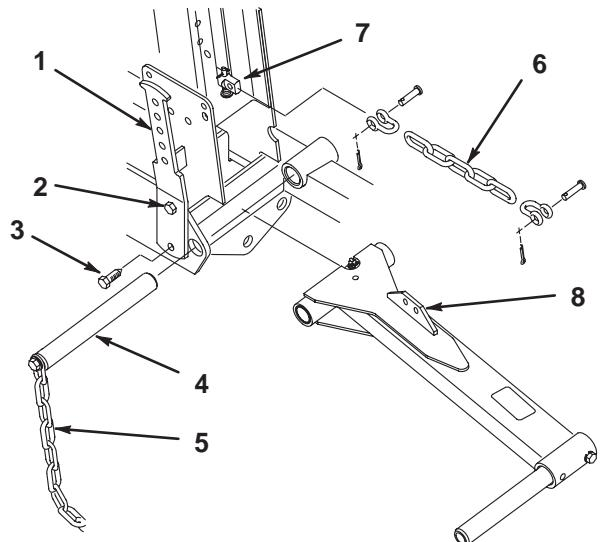

図7
3. 左カウンターバランス・アームをフレームに固定している上キャップスクリュをゆるめる(図7)
4. 左カウンターバランス・アームをフレームに固定している下キャップスクリュをゆるめる(図7)。
5. カウンターバランス・アームを外側に回転させて左昇降アームのピボット・ピンとチッパー・チェーンを外す(図7)。
6. 昇降アームをフレームの取り付け穴に合わせ、ピボット・ピンを差し込んで取り付ける(図7)。このとき、カウンターバランス・アームがピンのスロットに嵌るようにする。カウンターバランス・アームはまだ固定しない。